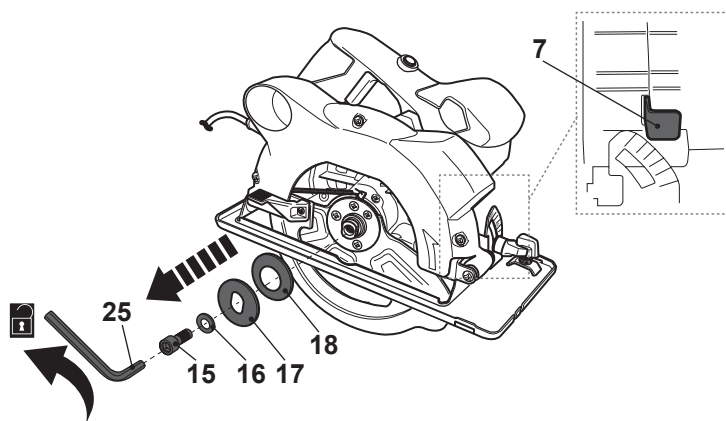

Fig. 1
- > Bloquee el husillo presionando la palanca de bloqueo del husillo (7) y afloje el perno de bloqueo (15) girándolo en sentido antihorario con la llave hexagonal (25) (Fig. 1).
- > Retire el perno de bloqueo (15), la arandela (16) y la brida de apriete (17) del husillo (Fig. 1). No retire la brida de apoyo (18).